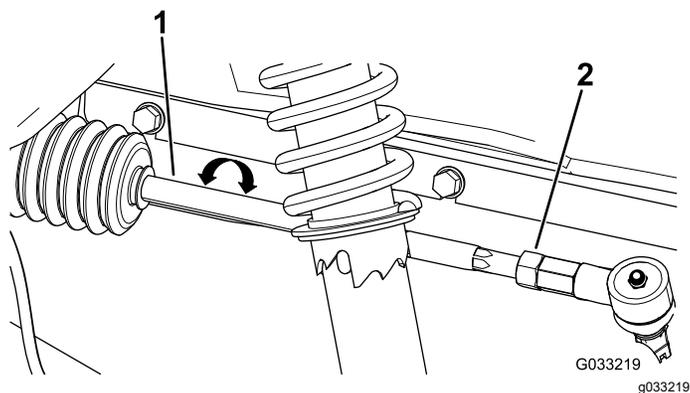

図 49
2. 前後の測定値の差が所定範囲0-6 mmにならない場合は、タイロッドの外側端部にあるジャムナットをゆるめて調整を行う図 49。